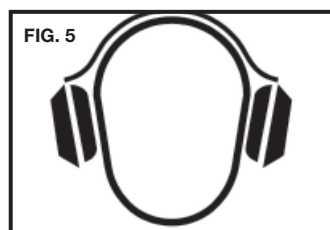

FIG. 5
7. **Use proteção auricular para se proteger contra possível perda de audição.** O equipamento de proteção auricular deve estar de acordo com os requisitos ANSI S3.19. Fig. 5. protection equipment must conform to ANSI S3.19 requirements. Fig. 5.